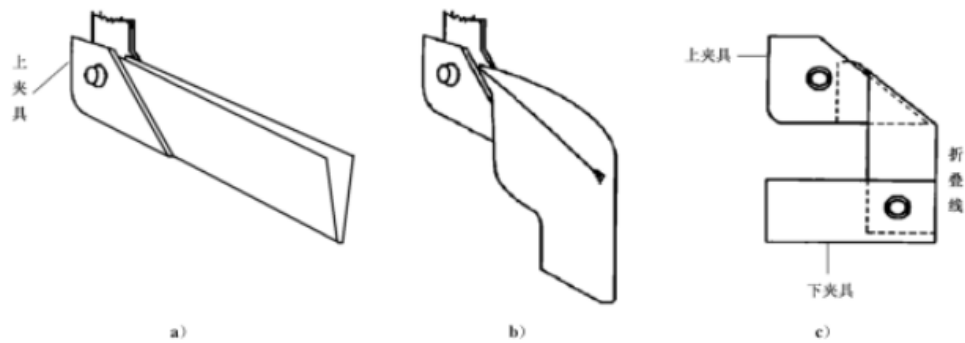

图 2 试样的安装
7.3 将试样沿短边向印花皮膜面折叠,使两个长边并在一起,将其中一端放入上夹具中夹紧,见图 2 a)。再将试样另一端打开后将试样沿短边向非印花皮膜面折叠,使此端两个长边并在一起,见图 2 b),皮膜面朝外折叠夹在固定的下夹具内,保证折叠线垂直水平后夹紧,见图 2 c),并保持试样自然伸直。